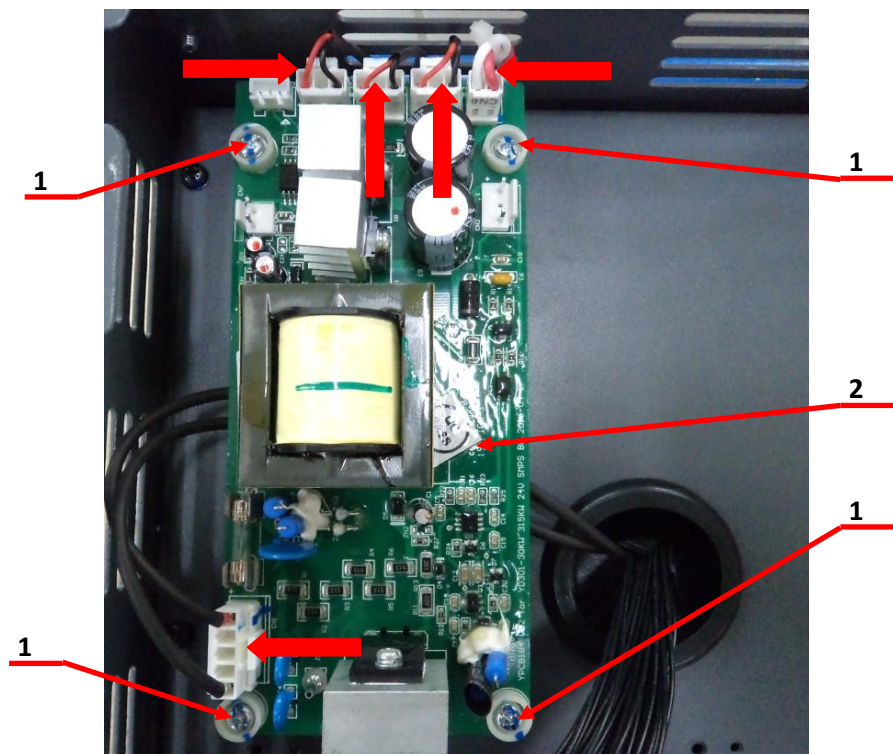

Рис.6.7
- 6.4.2. Отсоединить разъёмы подходящих кабелей - рисунок 6.7, красные стрелки.
- 6.4.3. Открутить 4 винта поз.1 крепления платы питания вентиляторов поз.2 (рисунок 6.7). Положить плату ЦП в тару 3.1.16. Винты положить в тару 3.1.17.